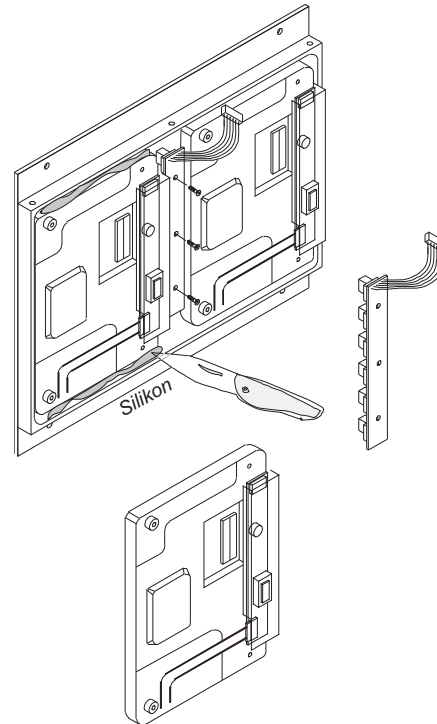

Bild 4-18: Entnahme des defekten Displays
9. Entnehmen Sie das defekte Display (Bild 4-18)